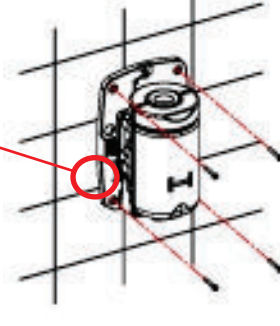

Abbildung 6
- Schrauben Sie die Basis des Geräts ordentlich an der Wand fest (Abb. 6) und versichern Sie dabei, dass die 4 Silentblocks sachgemäß zwischen Basis und Wand angebracht werden.